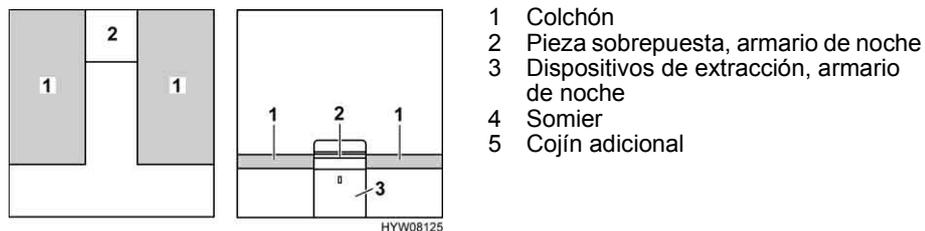

Fig. 117 Antes de la transformación
- Quitar la pieza sobrepuesta del armario de noche (Fig. 117,2) y depositarla a un lado.